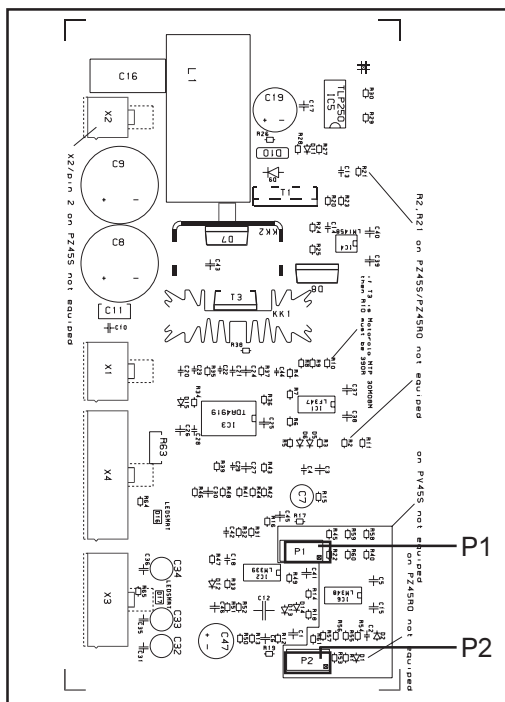

Abb.5 Print PZ45RO
- Korrekturmöglichkeit mit P2 am Print PZ 45RO - Abb.5
- Korrekturmöglichkeit mit P1 am Print PZ 45RO - Abb.5